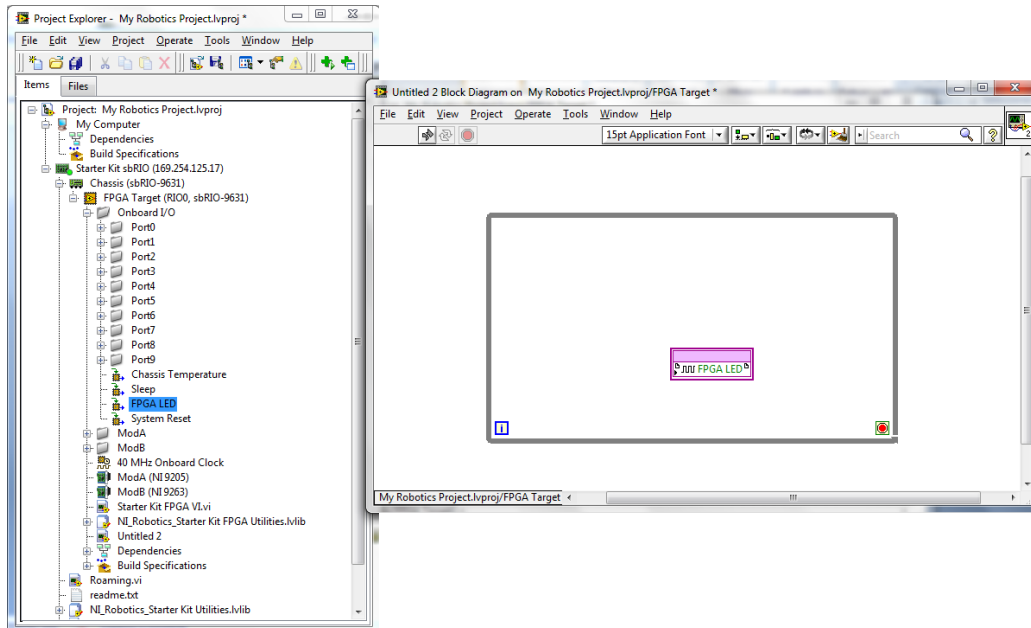

Fig. 41 Una señal hacia la FPGA.
2. En el diagrama en bloques arrastre un ciclo While Loop y una entrada a la FPGA que se encuentra desplegando FPGA Target → Onboard I/O → FPGA LED como se muestra en la Fig. 41.